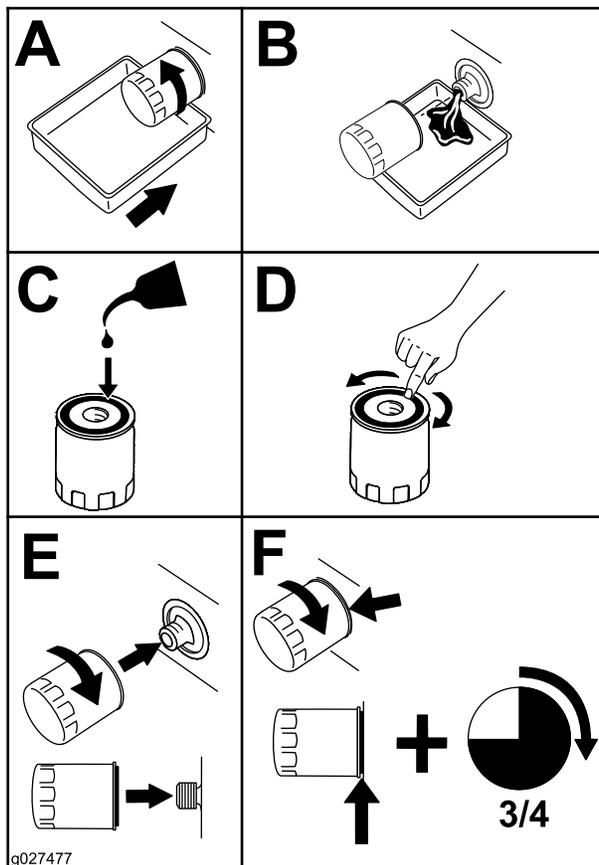

Рисунок 48
2. Замените масляный фильтр двигателя (Рисунок 48).